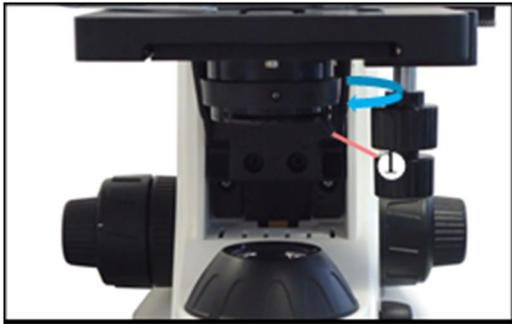

Fig.15
## 6 コンデンサ (Fig.15/16)
- 1) コンデンサを図 (Fig.15) の方向に回し、制限位置まで上げます。